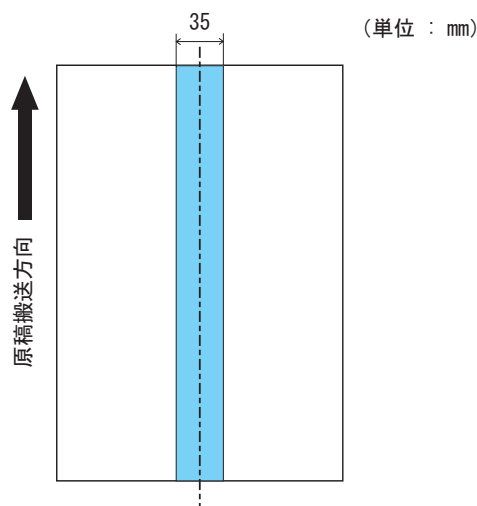

図2
- 原稿の中心線を挟む 35mm (1.4 インチ) の領域には穴あけをしてはいけません。(図 2 参照)